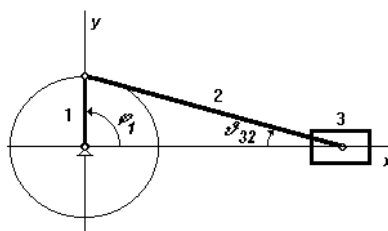

Рис. 1
1.1.1. Исходя из угла давления  $\vartheta_{32} = \vartheta_{доп}$  и заданного хода ползуна, графически в принятом масштабе определить длину шатуна  $l_2$  для соосного кривошипно-ползунного Рис. 1 механизма с  $e=0$  и  $l_1 = h/2$  (рис. 1). Рассчитать отношение  $\lambda_2 = l_2 / l_1$ .